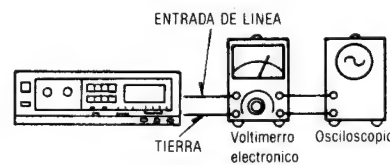

Fig. 2
1. Efectuar las conexiones como muestra la Fig. 2.
1. La conexión del equipo de prueba se muestra en la Fig. 2.